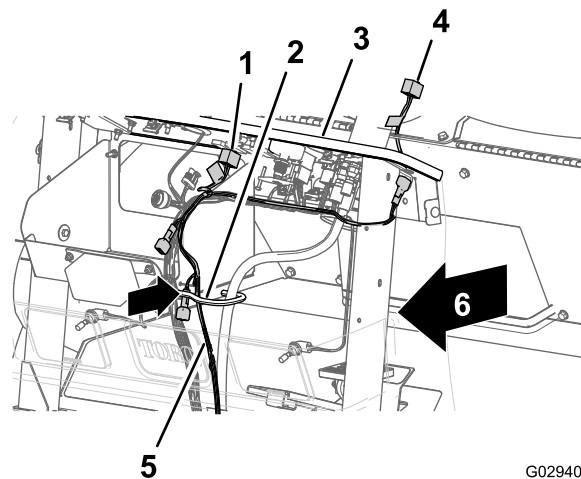

Figura 197
3. Disponete la diramazione di 240 cm del cruscotto del cablaggio preassemblato attraverso il gommino nell'apertura nella parte anteriore del diaframma e all'interno del gancio del cavo e del flessibile (Figura 197).